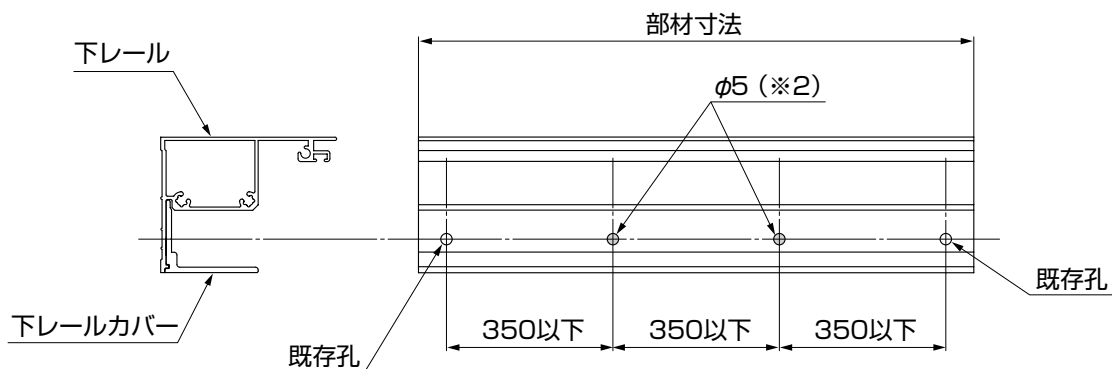

図5-1
- ネジ追加固定の必要判断条件は、ネジ固定間隔が350mm以下になることです。（図5-1参照）（※2）
- ①デッキ取付用孔の追加が必要な部材（表5-1参照）は、既存孔間にφ5の下孔をあけ、孔の最大間隔が350mm以下になるようにしてください。（図5-1参照）
- ②床板にφ2.5の下孔をあけてください。
- ③下レールをデッキ面に【1-2】で固定してください。